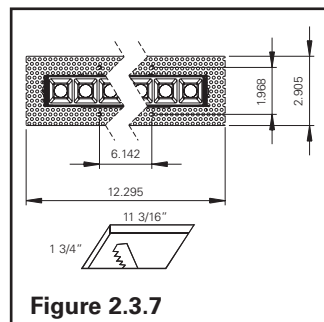

Figure 2.3.7
- 10 Light Engine: 1-3/4" X 11-3/16" (Figure 2.3.7)
- 10 moteurs lumineux : 44,5 x 284,2 mm (1-3/4 x 11-3/16 po) (Figure 2.3.7)